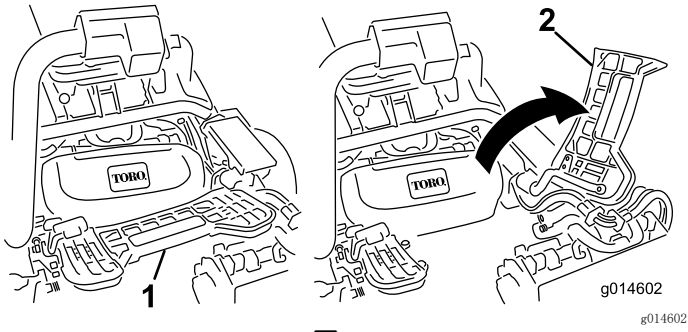

图35
2. 提起搁脚板并翻开，以便接触到中间滚刀组位置（图35）。